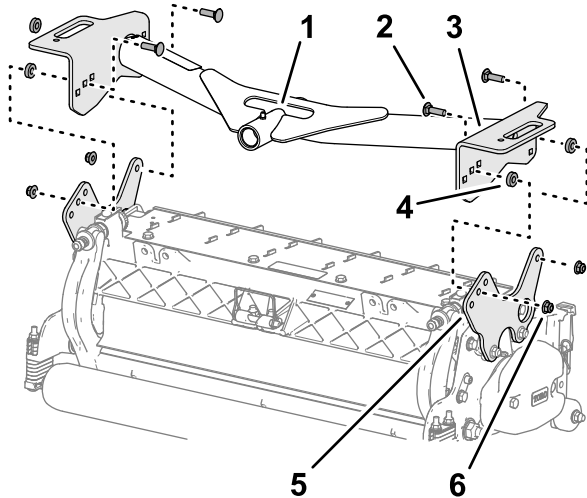

Figure 19
- Alignez les trous dans les plaques du bâti porteur avant sur les trous des plaques de montage de l'unité de coupe (Figure 19).
- Placez une rondelle entre la plaque du bâti porteur et la plaque de montage (Figure 19), et fixez légèrement les plaques et l'entretoise avec un boulon de carrosserie ($\frac{3}{8}$ " x $1\frac{1}{4}$ "), une rondelle et un contre-écrou à embase ($\frac{3}{8}$ ").